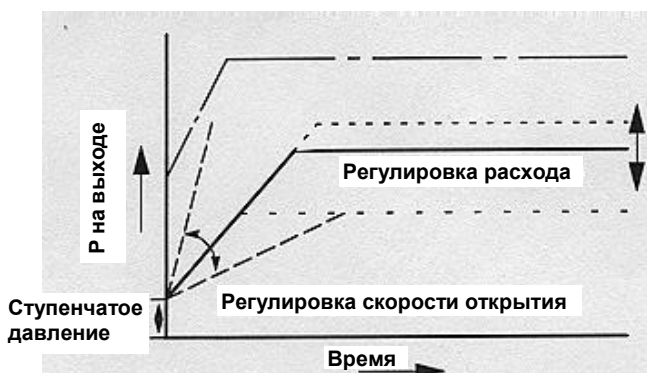

Рис. 14. Регулирование процесса открытия
1. Отверните винты (1), находящиеся на верхней части крышки
2. Поднимите крышку (2)
3. Отсоедините провода, ведущие к катушке (9), от монтажной платы (10)
4. Выверните винт (16) из печатной платы
8. Подсоедините все провода в соответствии с рис. 14